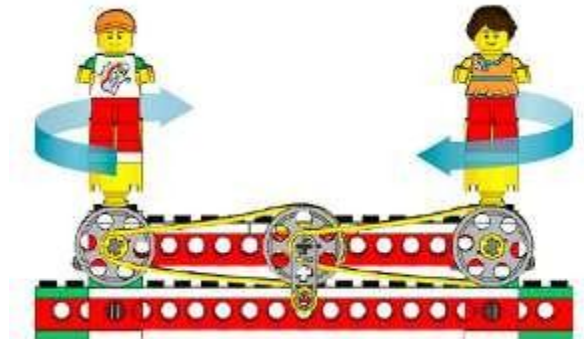

Рис.1
Рассмотрите механизм на рис. 1 и ответьте на вопросы:
2. Какая сторона модели будет двигаться быстрее, сторона Димы или Кати (рис. 1)?